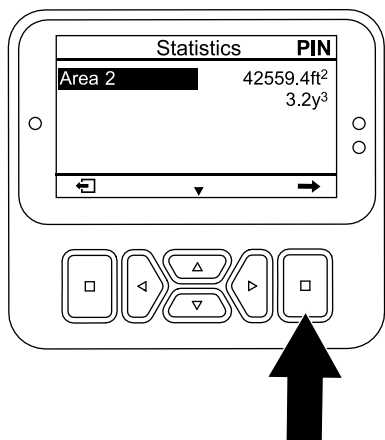

图 100
2. 在 STATISTICS 统计屏幕上按向下按钮直至 AREA 2 区域 1 选项被选定 图 100。